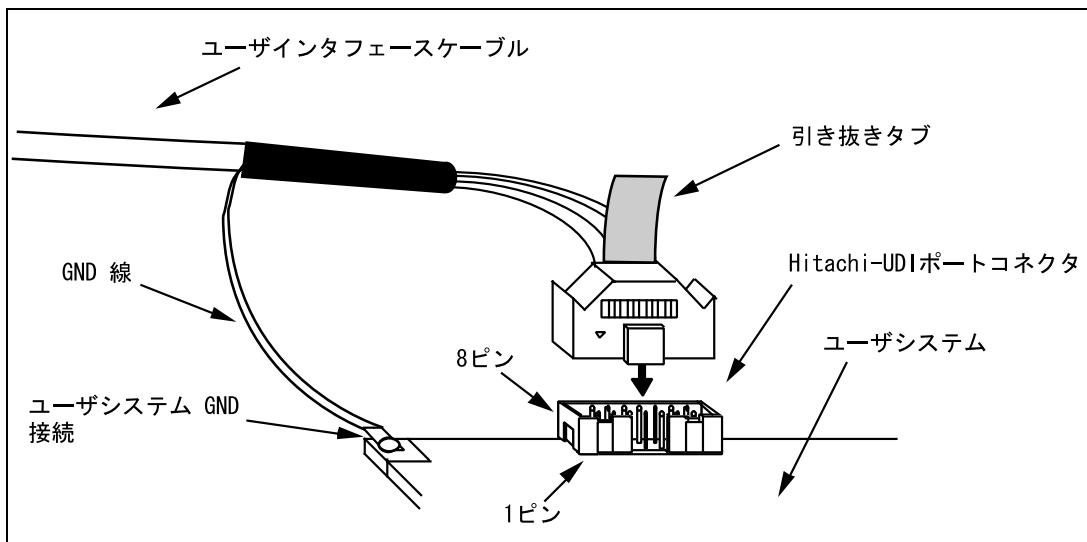

図 2.4 14 ピンストレートタイプコネクタ使用時のユーザシステム側のユーザインターフェースケーブル接続方法
- (2) ユーザインタフェースケーブルコネクタの信号TDOは、Hitachi-UDIポートコネクタのTDIに、ユーザインタフェースケーブルコネクタの信号TDIはHitachi-UDIポートコネクタのTDOに接続できるよう、Hitachi-UDIポートコネクタのピン配置には注意してください。 Hitachi-UDI ポートコネクタのピン配置は「6.2章 Hitachi-UDIポートコネクタのピン配置」を参照してください。
- (3) 14ピンストレートタイプコネクタ使用時のユーザインタフェースケーブルの接続方法を図2.4に示します。ケーブルのGND線はユーザシステムのGNDに接続してください。また、GNDにネジ止めする場合はØ3 (mm)のネジを用意してユーザシステムのGNDに接続してください。